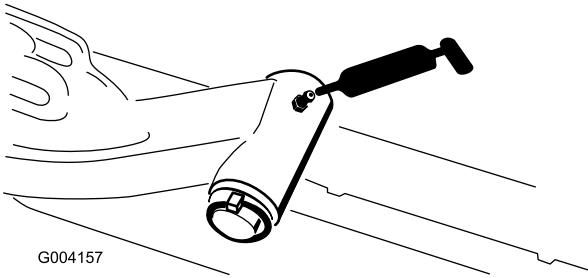

Figure 30
- Axe de pivot des bras de relevage (x 1) (Figure 30)